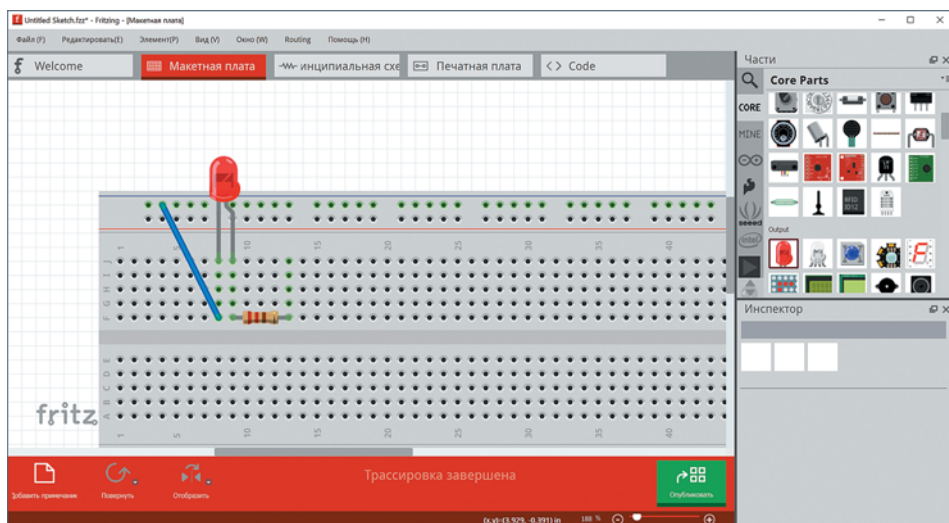

Рис. 3.8. Платформа виртуального прототипирования Fritzling
1. *Fritzing* — платформа виртуального прототипирования (<http://fritzing.org/home/>; рис. 3.8). Она доступна для Windows, Linux и Mac OS. На этой платформе можно собирать виртуальный прототип и получать принципиальные схемы ваших проектов, а также основу кода для их управления. Процесс прототипирования состоит в перемещении моделей на рабочее пространство и подключении их к макетной плате.